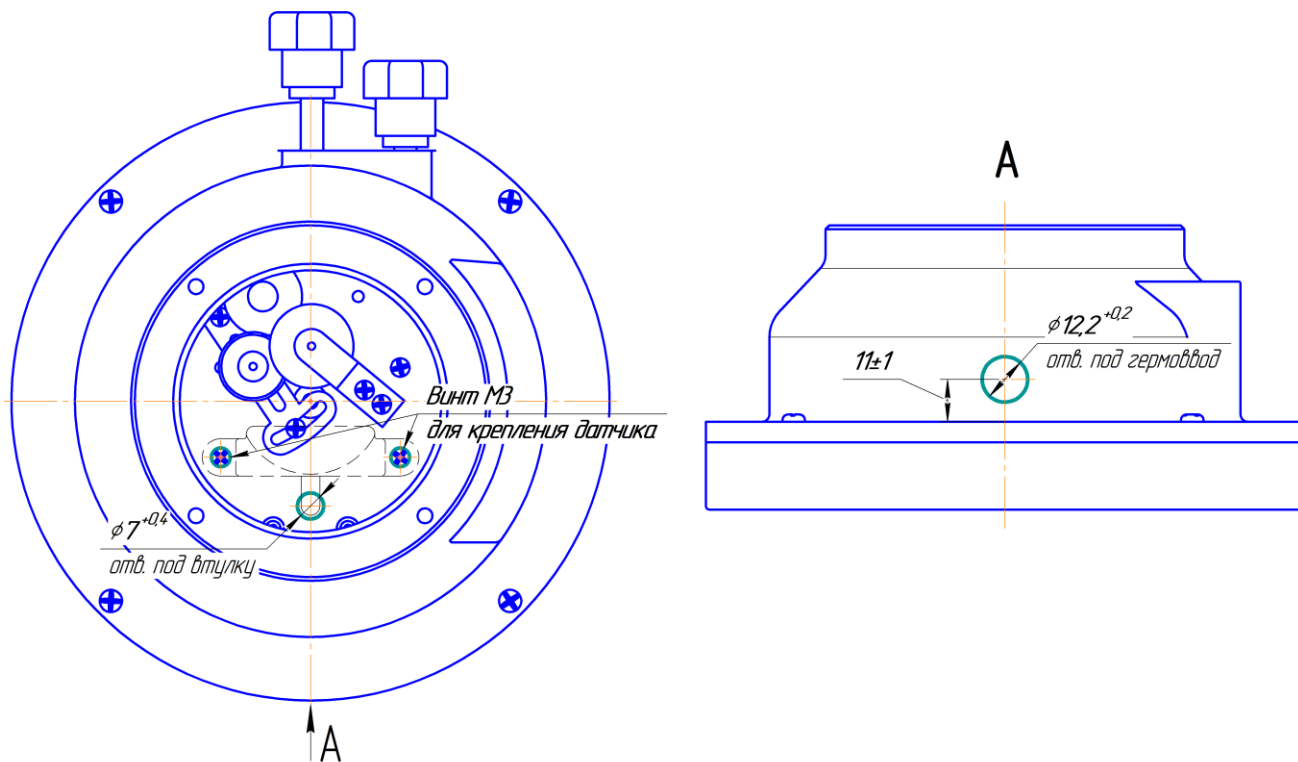

Рисунок 2 – Отсчетное устройство счетчика ДД-25/1,6.
3) Просверлить два отверстия (рисунок 2) для прокладки кабеля датчика внутри отсчётного устройства (пример прокладки кабель представлен на рисунке 5). Удалить образовавшуюся стружку.
5) Продеть кабель датчика оборотов ДО-14.0 через кабельную втулку и гермоввод, и закрепить корпус датчика винтами М3 (рисунок 2).